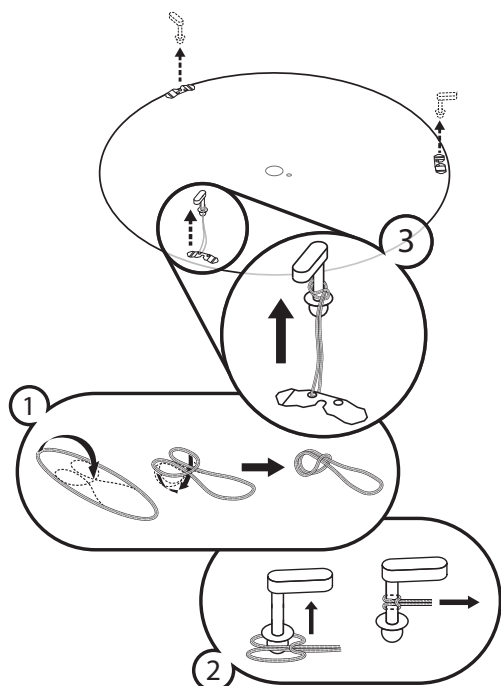

Bild 2. Donets frontplåt säkras med bifogad säkerhetslina genom en enkel ögla i ett av donets avståndsben.
- För extra säkerhet levereras produkten med säkerhetslina som ska säkras i frontplåten och ett av avståndsbenen med en enkel ögla, se **Bild 2**.